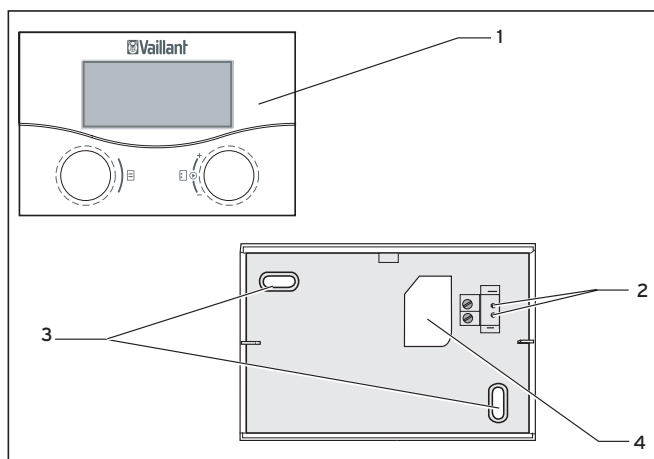

图3.4 作为遥控器进行安装
- 根据图3.4在墙上为VR55安装底板钻出两个直径6mm的固定孔（3）并将随机所配墙栓插入孔内。